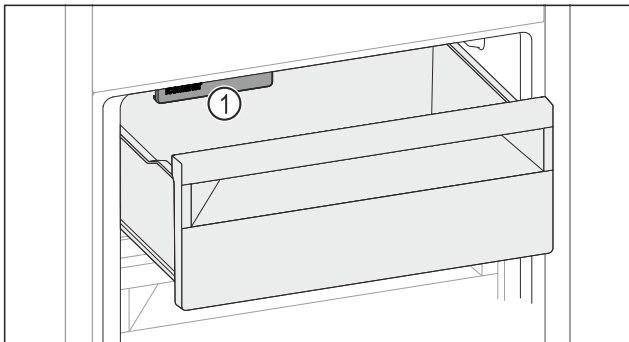

Fig. 235
- ▶ Учитывайте IceMaker Fig. 235 (1).